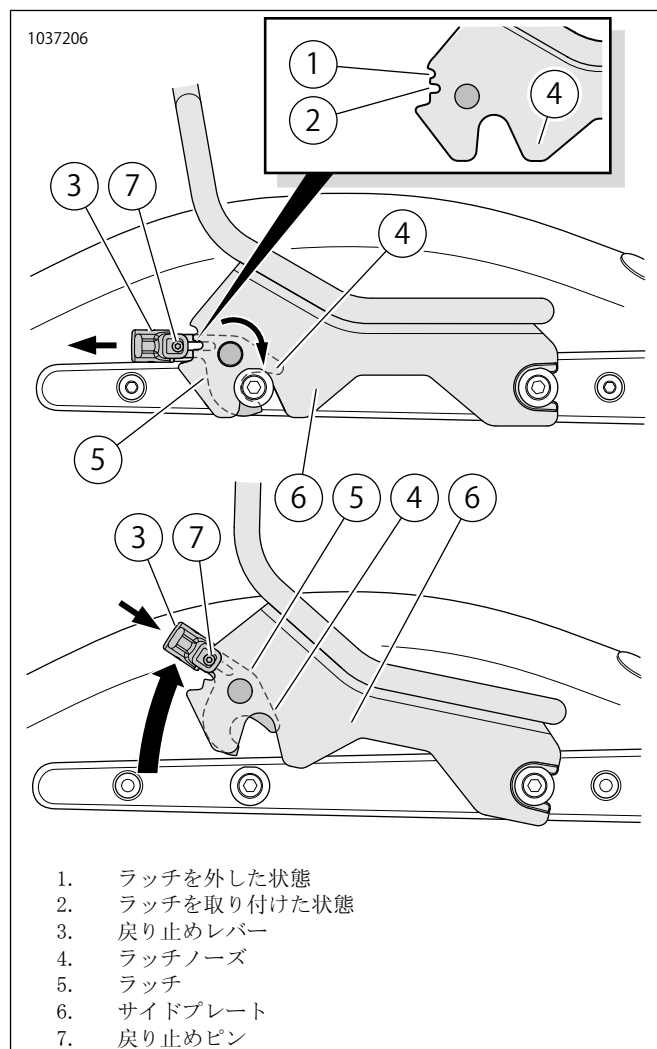

図1。デタッチャブルアクセサリー
- 図1を参照してください。車両からデタッチャブルアクセサリーを取り外してください。